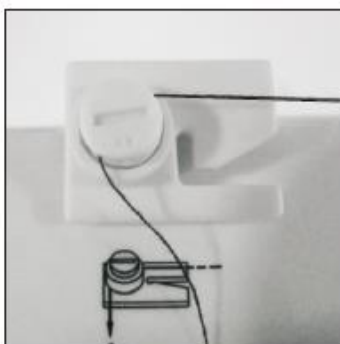

Abb. 21
2. Führen Sie den Faden durch die Aufspuler-Spannungsscheibe auf der Maschine. (Abb. 21)